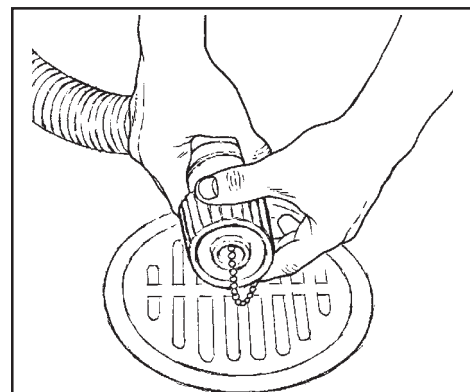

Abb. 33
- 1.) Drehen Sie das Ventilgehäuse nach links (siehe Abb. 33).